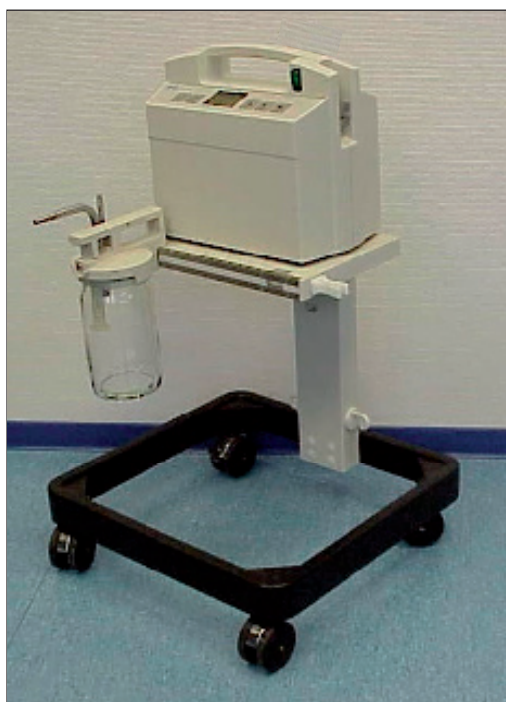

Fig. 6 Colocación del depósito de 3 o 5 L con el sistema con carro
- Si está utilizando un depósito de 3 o 5 L, proceder según se muestra en la Fig. 6